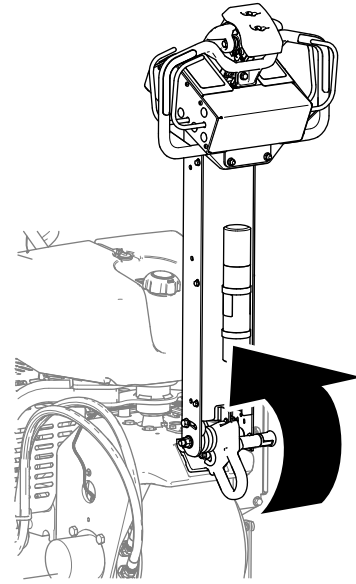

Figura 72
1. Ridicai complet bara de ghidare pentru a cupla frâna de parcare (Figura 72).